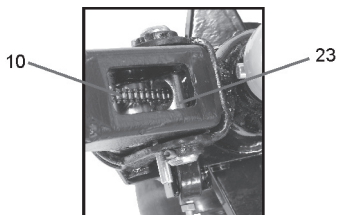

Fig. 4 – Corrente do cabo
Durante a montagem do cabo, mantenha a corrente conforme indicado na fig. 4 para evitar danos a mesma e facilitar a montagem.
- b. Passe a corrente “10” do cabo pelo centro do eixo, ver fig. 4.